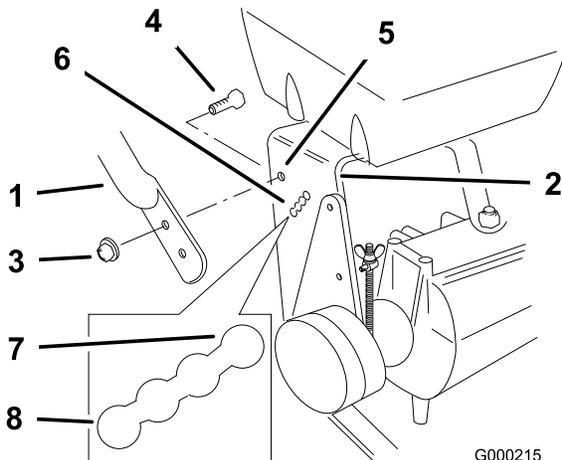

**Figura 15**
1. Retire la chaveta, la arandela y el pasador que sujetan el acoplamiento de la varilla de control al soporte de la polea tensora (Figura 15).